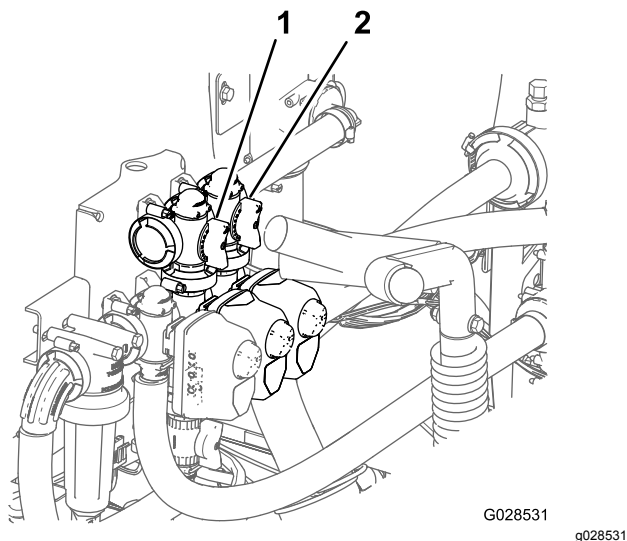

Figure 76
11. Réglez la vanne de dérivation (Figure 76) à l'arrière de la vanne d'agitation jusqu'à ce que la pression indiquée soit 6,9 bar.
8. Déplacez la poignée de dérivation générale des rampes de manière à réguler l'agitation à l'intérieur de la cuve (Figure 76).